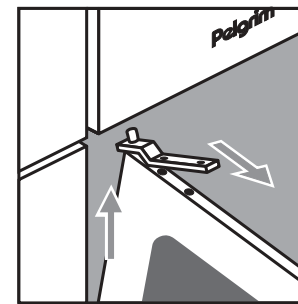

Abb. 7a
- Das obere Scharnier durch Lösen der 2 Schrauben abnehmen. Die Tür aus dem unteren Scharnier heben (siehe Abb. 7a).